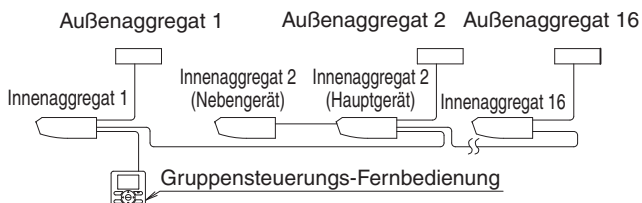

Abb. 34
- Bei Verwendung als eine Tandemeinheit oder als eine Master-Einheit für den Simultanbetrieb können Sie gleichzeitig die Start-/Stopp- (Gruppen-) Steuerung für bis zu 16 Einheiten mit der Fernbedienung ausführen. (Siehe Abb. 34)
- (1) Nehmen Sie die Abdeckung vom Steuerungskasten ab. (Siehe "9. ANSCHLUSS VON KABELN UND VERKABELUNGSBEISPIEL".)
- (2) Verlegen Sie die Kabel über Kreuz zwischen den Klemmen (P1, P2) im Schaltkasten für die Fernbedienung. (Es gibt keine Polarität.) (Siehe Abb. 34 und Tabelle 3)